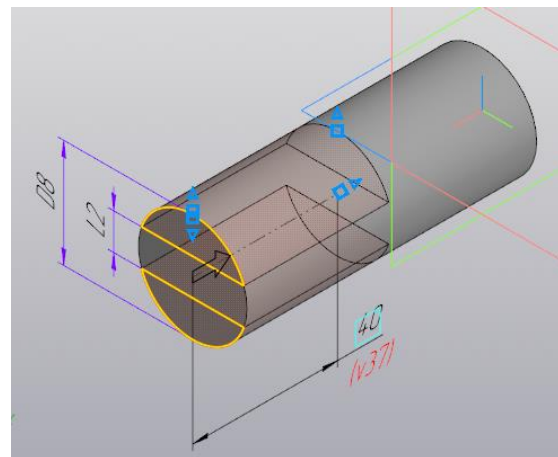

Рисунок 135.
6. Выполните *Вырезать выдавливанием* на *Расстояние* – **40** (рисунок 135).